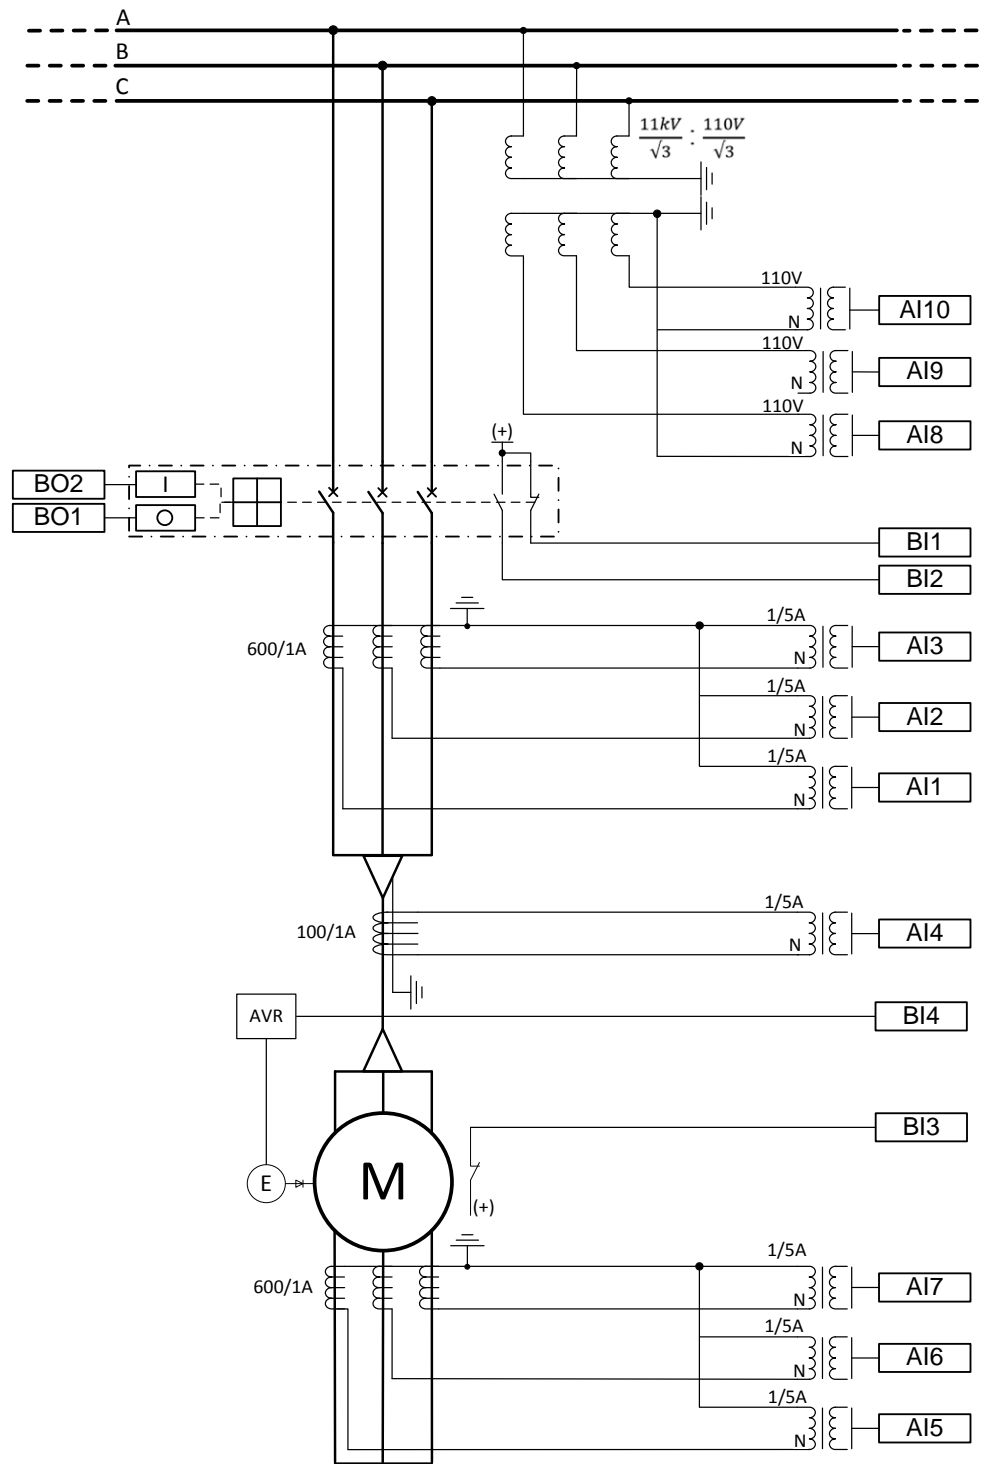

Abb. 115: Relais-Schnittstellen und Strom-/Spannungswandleranschlüsse für den Beispielfall
Abbildung 115 zeigt die Anschlussdetails der Analogeingänge (AI), Binäreingänge (BI) und Binärausgänge (BO) des Relais.